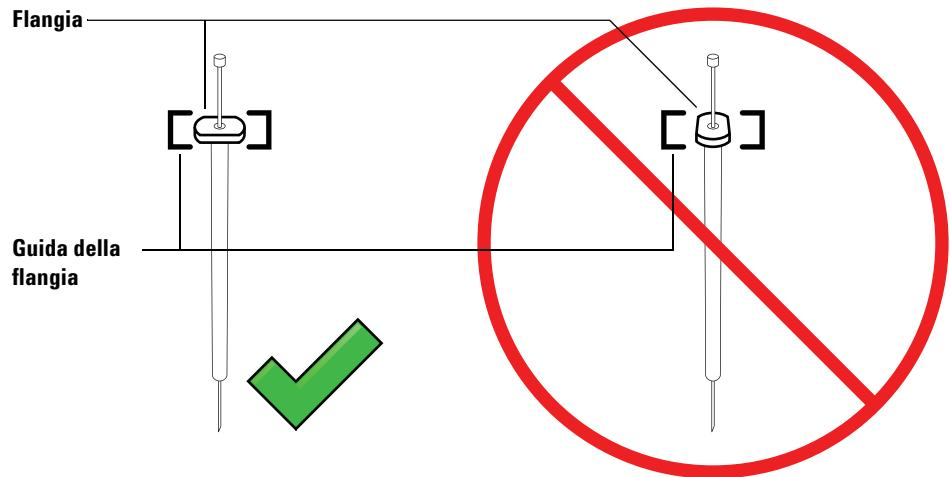

Figura 63 Orientamento della flangia della siringa
- 7 Allineare la flangia della siringa alla guida della flangia e inserire la siringa tenendo l'ago nel foro della base di supporto. Assicurarsi che il bordo piatto della flangia della siringa sia rivolto verso l'esterno (**Figura 63**).